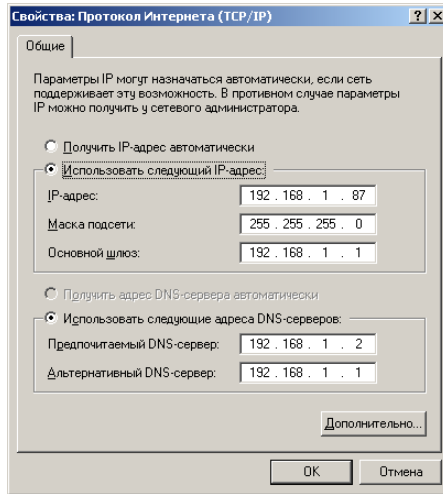

Рисунок 3.13 – Первоначальная настройка IP адреса
11. Откроется окно (рисунок 3.13)